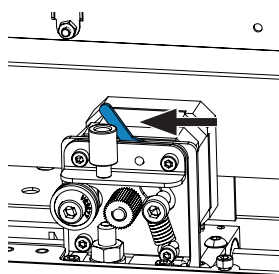

Fig. 25
- ⇒ Posicione a alavanca em cima do extrusor para à esquerda (Fig. 25).